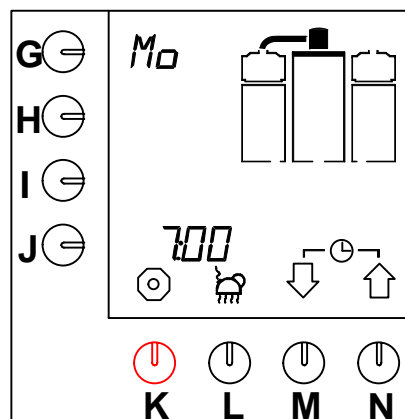

Fig. 13 Exempel aktuell dag och tid
- Den aktuella dagen och tiden visas en kort stund på displayen (fig. 13).
- Den aktuella dagen och tiden visas på displayen (fig. 13).